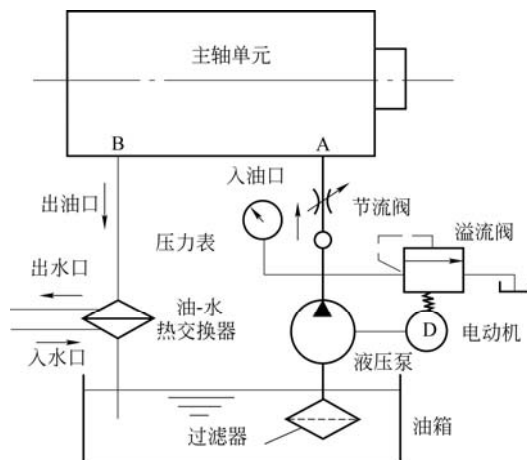

图 1-4 电主轴油-水热交换系统
①如果电动机不内置，仍采用电动机通过带或齿轮等方式传动，则在高速运转条件下，由此产生的振动和噪声等问题很难解决，势必影响高速加工的精度、加工表面粗糙度，并导致环境质量的恶化。
②高速加工的最终目的是为了提高生产率，相应地要求在最短时间内实现高转速的速度变化，也即要求主轴回转时具有极大的角加、减速度。达到这个严酷要求的最经济的方法，是将主轴传动系统的转动惯量尽可能减至最小。而只有将电动机内置，省掉齿轮、带等一系列中间环节，才能达到这个目的。
③电动机内置主轴两支撑之间，与用带、齿轮等作为末端传动的结构相比，可以较大地提高主轴系统的刚度，也就提高了系统的固有频率，从而提高了其临界转速值。这样，电主轴即使在最高转速运转时，仍可确保低于临界转速，保证高速回转时的安全。
④由于没有中间传动环节的外力作用，主轴高速运行没有冲击而更为平稳，使得主轴轴承寿命相应得到延长。
2) 电主轴的冷却和轴承的润滑。电主轴最突出的问题之一就是内装式高速电动机的发热问题，这与一般主轴部件不同。因为电动机安装在主轴的两支撑轴承的中央，所以电动机的发热会直接影响主轴轴承的工作精度，即影响主轴的工作精度。解决的办法之一就是在电动机定子的外面加一带螺旋槽的铝质冷却套。机床工作时，冷却油-水不断地在该螺旋槽中流动，从而把电动机发出的热量及时带走。冷却油-水的流量可根据电动机发出的热量计算确定。图 1-4 为电主轴的油-水热交换系统。